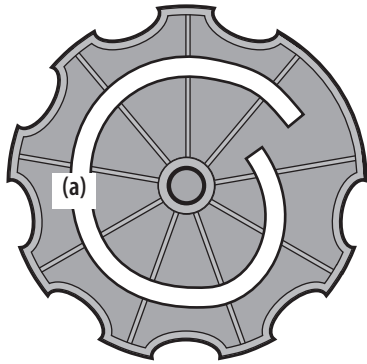

Figure 2-13
9. Faites aligner la fente en forme de spirale (a) sur le côté intérieur du dispositif de réglage avec la goupille. Assurez-vous que la plaque de réglage est bien placée sur le moyeu et le goujon. Voir Figure 2-13.